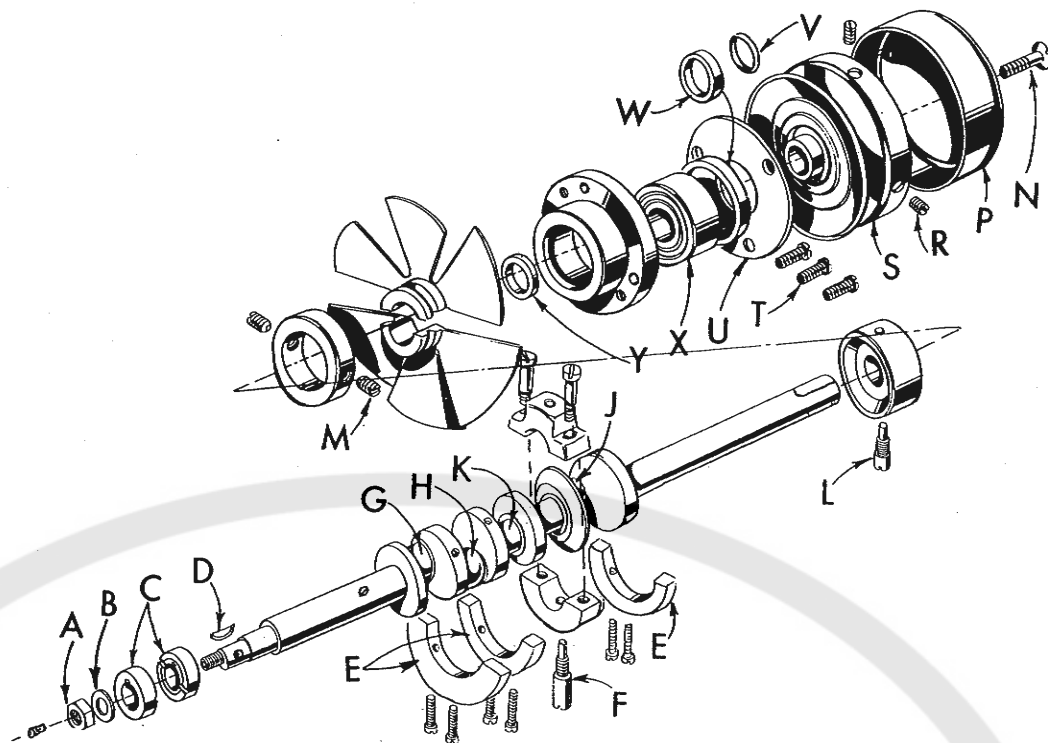

Fig. 13
3. Remove feed eccentric nut (A, Fig. 13) and washer (B), and, with the aid of the eccentric extractor, slip off the eccentrics (C).
4. Remove key (D).
5. Remove the three counterweights (E). Identify these counterweights so that they will be re-assembled in the proper places.
6. Remove screw (F) which holds crankshaft split bearing. This screw is accessible through bottom of bed casting.
3. Entfernen Sie die Mutter (A, Fig. 13), sowie die Unterscheibe (B) und ziehen Sie die Exzenter (C) mit Hilfe des Exzenter-Abstreifhakens von der Achse ab.
4. Entfernen Sie den Keil (D).
5. Entfernen Sie die drei Gegengewichte (E). Diese müssen aber genau gekennzeichnet werden, damit sie beim Wiedereinbau unbedingt an den richtigen Platz kommen.
6. Entfernen Sie die Schraube (F), mit der das geteilte Kurbelwellenlager gehalten wird. Sie ist durch den Gehäuseboden hindurch erreichbar.
8. Remove screw (L, Fig. 13) which holds inner right crankshaft bearing. This screw is accessible through bottom of bed casting.
9. Loosen two screws (M) in fan collar; remove both halves of cooling fan.
10. Remove screw (N); take off pulley cap (P).
11. Loosen two screws (R); remove pulley (S).
12. Remove three screws (T); take off bearing retaining plate (U); also, spacer collars (V) and (W) may be removed at this time.
14. If necessary to replace ball bearing (X), it can be pressed off shaft on an arbor press. In replacing bearing it must be pressed on carefully until it seats against ground thrust washer (Y).
8. Entfernen Sie die Schraube (L, Fig. 13), mit der das rechte innere Kurbelwellenlager befestigt ist und die ebenfalls durch den Gehäuseboden zugänglich ist.
9. Lösen Sie die beiden Schrauben (M) im Ventilator-Stellring und entfernen Sie die beiden Hälften des Ventilator-Flügels.
10. Entfernen Sie die Schraube (N); nehmen Sie den Handraddeckel (P) ab.
11. Lösen Sie die beiden Schrauben (R); entfernen Sie das Handrad (S).
12. Jetzt müssen die drei Schrauben (T) entfernt werden. Nehmen Sie dann den Kugellagerdeckel (U) ab und ausserdem die Distanzringe (V) und (W).
14. Falls es sich als notwendig erweist, das Kugellager (X) auszuwechseln, so sollte dieses mit Hilfe einer Spindelpresse oder einer Kugellagerabzieh-Vorrichtung aus dem Kugellagerflansch herausgezogen werden, um eine Beschädigung des letzteren zu vermeiden. Das neue Kugellager ist sorgfältig hineinzupressen, bis es einwandfrei sitzt.